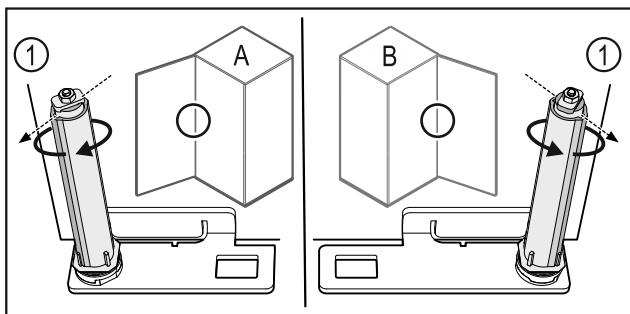

Fig. 60 Отваряне наляво (A) / отваряне надясно (B)
- Въртете затварящата система срещу съпротивлението, докато реброто на затварящата система Fig. 60 (1) сочи навън.